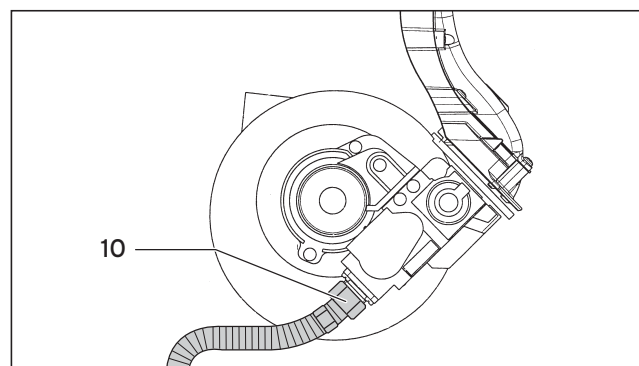

Рис. 7.2 Отсоедините гибкий газопровод от газовой арматуры
- Отверните крепежный винт воздухозаборной трубы (5) и поверните воздухозаборную трубу (3) вперед; затем снимите ее с всасывающего патрубка.
- Отсоедините два штекера: провода к электроду розжига и провода заземления от электродов розжига (6).
- Отсоедините газопровод (10) на нижней стороне газовой арматуры (рис. 7.2).
- Отсоедините кабели (9) от двигателя вентилятора и кабель (8) от газовой арматуры.
- Отверните 5 гаек (2).